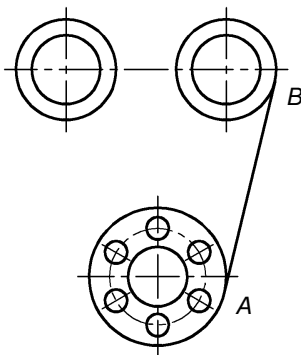

Рис. 87. Построение касательной **AB**
4. Командой *Line* (*Отрезок*) произвести построение касательной *AB* (рис.87):